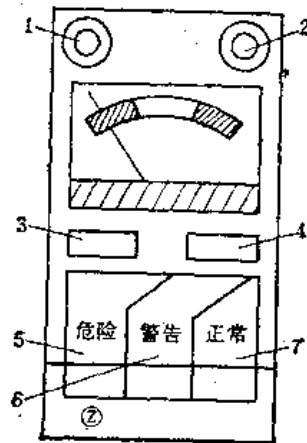

图19-1-7 HB-1型轴承故障检查仪外观
(1) HB-1 型轴承故障检查仪 (图19-1-7) 是上海华阳电子仪器厂与宝钢总厂根据国外先进技术开发的检查仪器。它在不分解轴承，不停止轴承运转的情况下，能对各类滚动轴承和滑动轴承进行定量测出轴承的润滑状态和运转状态，以便早期发现故障。其主要功能有如下 4 项：